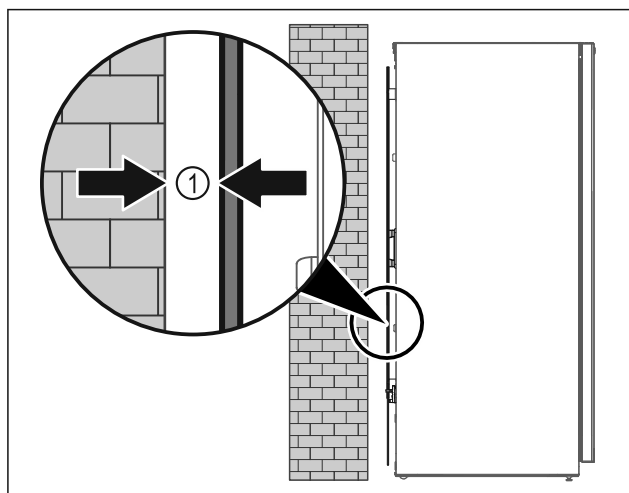

Fig. 47
- Ustavte spotřebič buď volně v místnosti nebo přímo u stěny v minimální vzdálenosti 5 mm Fig. 47 (1).